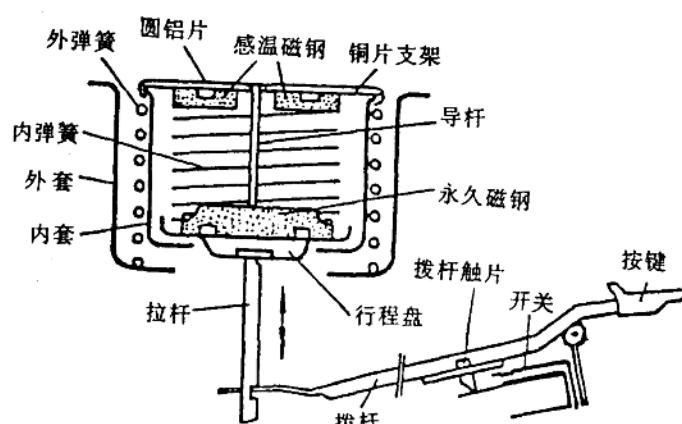

图 1-4-3 磁钢限温器结构图
(3) 观察磁钢限温器：它安装在电热盘的中央，用于自动切断电源，结构见图 1-4-3。煮饭时，按下按键，拉杆向上运动，永久磁钢向上压缩内弹簧与感温磁钢吸合，开关触点闭合，电热盘发热，热量传给内煲。由于磁钢限温器顶部圆铝片在外弹簧作用下与内煲底部紧密接触，可以检测到内